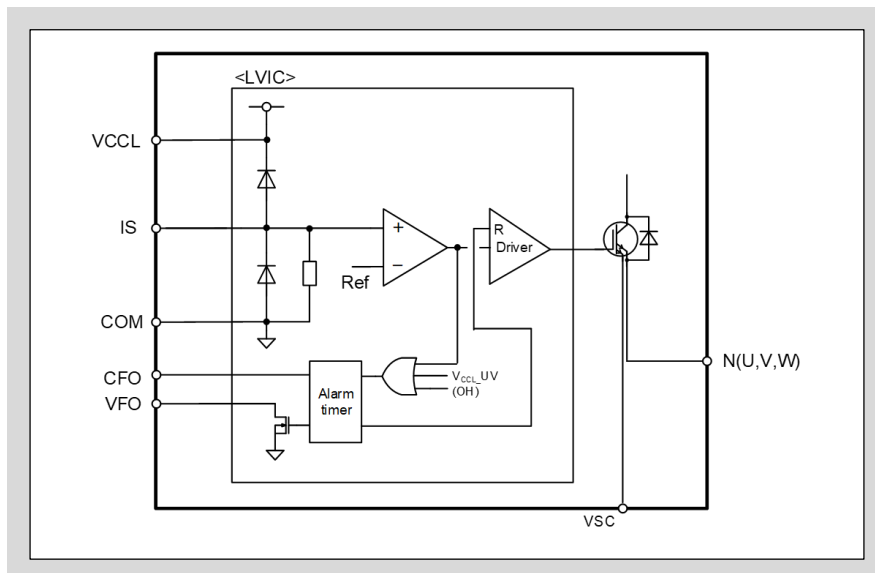
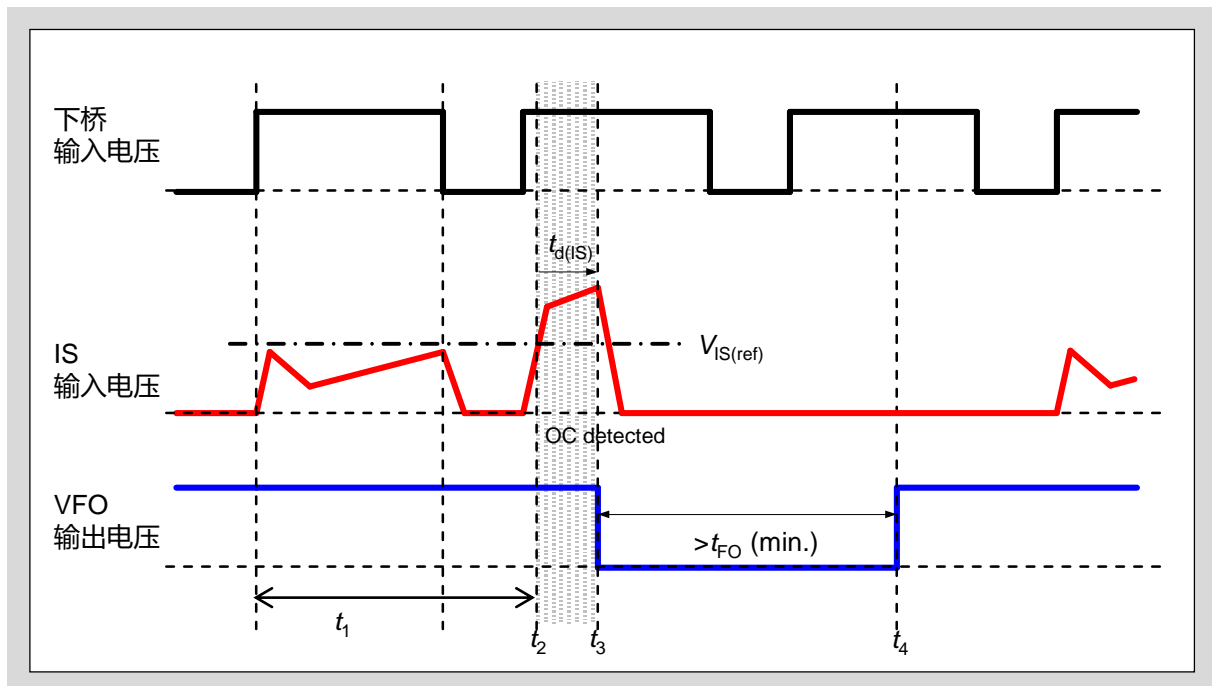

图3-19 过电流检测 IS 引脚电路图
图3-20 过电流保护动作时序
- 过电流保护功能 (OC) 是指将 N(U,V,W) - COM 引脚间连接的外部采样电阻上的电压，或者 VSC - COM 引脚间连接的传感电阻的电压，通过 IS 引脚检测，从而输出报警信号，以及关断所有下桥 IGBT 的保护功能。
- 图3-19 是过电流检测输入 IS 引脚的电路框图，图3-20 是过电流保护动作时序图。
- 如图3-19 所示，VCCL-IS 和 IS-COM引脚间在电气上有二极管相连。这些二极管是为了保护 IPM 免受浪涌电压影响而内置的。如果将其作为稳压管使用，可能会导致本产品损坏，因此请不要将其作为稳压管用于电压钳位。